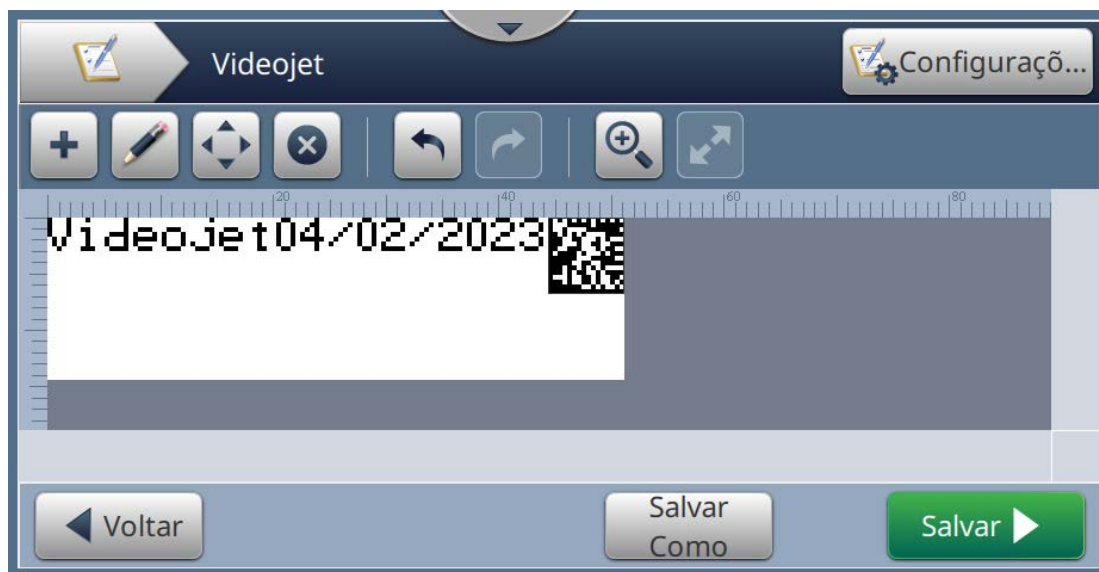

Figura 6-9: Trabalho de amostra
11. Selecione o campo e arraste ou use o botão  para mover o campo até o local, como mostra a Figura 6-9 na página 6-14.
17. Selecione o campo e arraste ou use o botão  para mover o campo até o local, como mostra a Figura 6-9 na página 6-14.